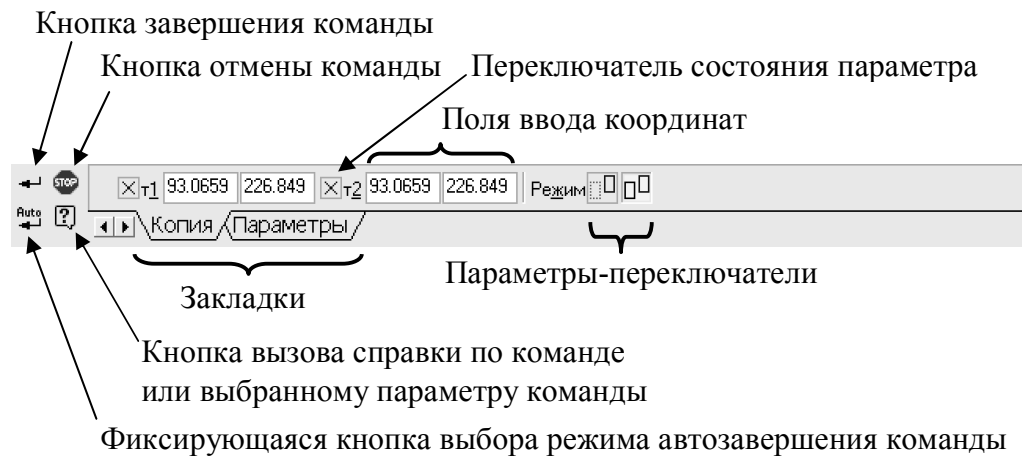

Рис. 7 Панель свойств
Для ввода координат на панели свойств могут присутствовать спаренные поля, первое из которых соответствует координате X , второе – Y (поля ввода координат на рис. 7). Значения параметров-координат в системе «Компас» можно устанавливать двумя основными способами:
2. вводом численных значений-координат в панели свойств (см. рис. 7). Ввод необходимо завершать клавишей «Enter» только после того как будут указаны оба значения.
Кроме параметров, имеющих численные значения, для ряда команд на панели свойств присутствуют параметры-переключатели (см. рис. 7), которые устанавливаются нажатием на одну из соответствующих кнопок на панели свойств.
ров собрана в отдельной закладке на панели свойств (см. рис. 7) и вызывается «щелчком» по ней.